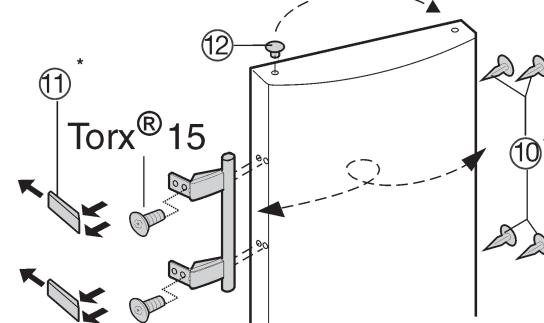

Fig. 7
- Витягніть пробки Fig. 7 (12) із втулок на дверцятах і переставте їх.
- Зніміть пробки Fig. 7 (10), пластини Fig. 7 (11) та ручки і переставте на протилежний бік.